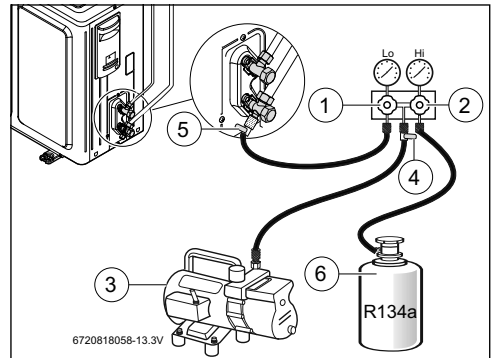

Fig. 26 Schéma de montage pour la vidange et le remplissage supplémentaire avec le R134a
- ▶ Si un remplissage supplémentaire est nécessaire sur l'installation (voir tabl. 7 et 8), raccorder une bouteille de réfrigérant R134a au manomètre du circuit de réfrigérant, conformément à la figure 26.
- ▶ Ouvrir la vanne d'isolement du raccord de l'appareil (fig. 26, [5]).
- ▶ Fermer la vanne d'isolement de l'appareil (fig. 26, [5]).
- ▶ Fermer la vanne d'isolement de la pompe à vide (fig. 26, [4]).